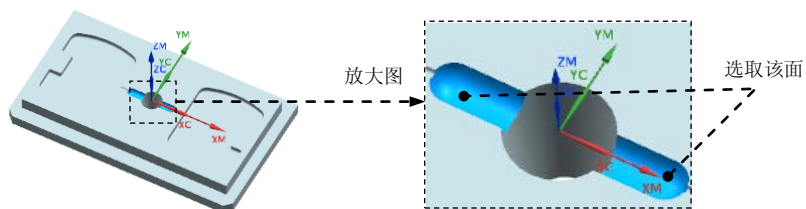

图 18.16 选取切削区域
Step1. 单击 **指定切削区域** 右侧的  按钮, 选取图 18.16 所示的面。